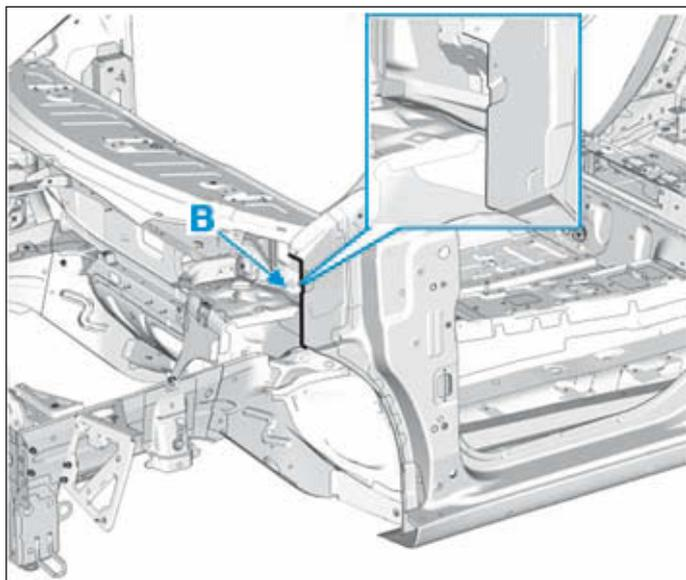

FIG.27
- Tenir compte du détail de coupe (Fig.27).